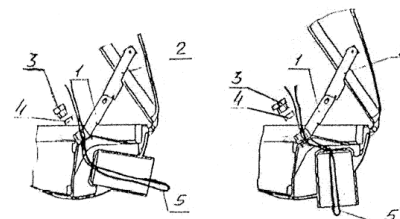
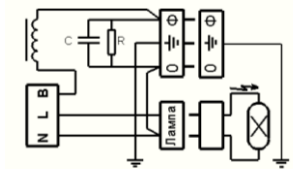

Рисунок 2
Рисунок 3
Отвернуть шуцер (3) сальникового ввода и снять резиновую втулку (4). С помощью проволочной петли (5), см. (рисунок 2), сетевые провода и провод заземления протянуть внутрь светильника через втулку и шуцер. Сетевые провода присоединить к клеммам штепсельного соединителя на панели, согласно схеме включения (рисунок 3), а провод заземления присоединить к узлу заземления, который расположен на корпусе, предварительно закрепив их планкой для зажима проводов.